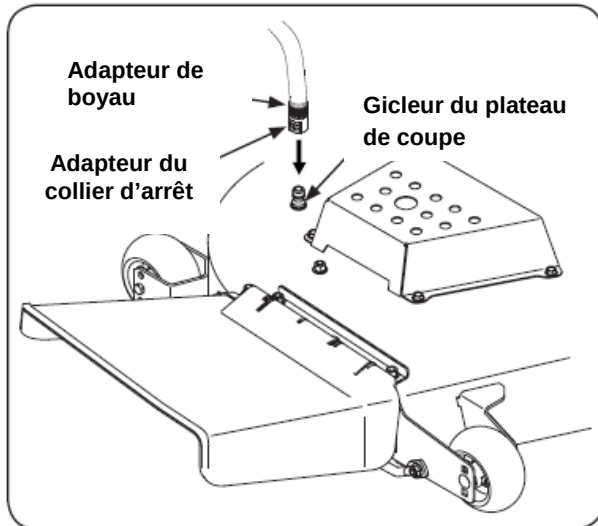

Figure 6-2
4. Attachez le raccord du boyau à l'orifice d'eau sur la surface de votre plateau. Consultez la Fig. 6-2.